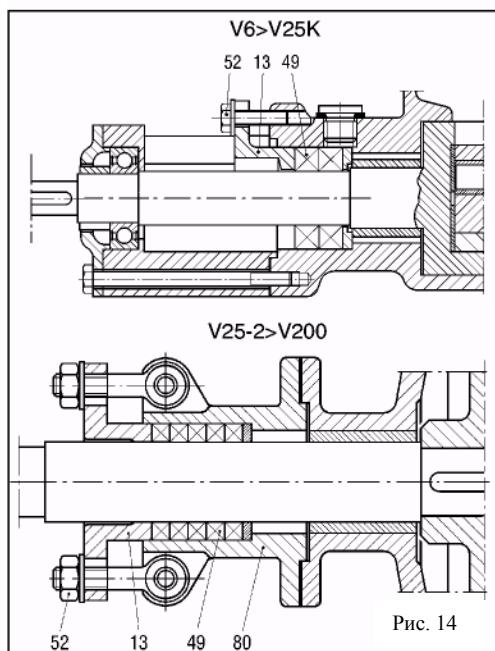

Рис. 14
11.7 Демонтаж сальниковой набивки (49) (чугунные насосы от V25-2 до V200 и насосы из нержавеющей стали от V6 до V25) (см. рис. 14)
- Отвиньтите винты (52) и выньте нажимную втулку (13).